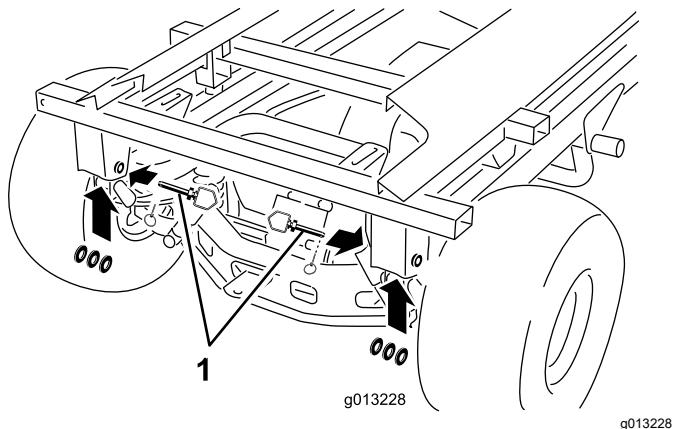

Figura 53
10. Remova os pinos de sujeição traseiros, pinos de engate e anilhas (Figura 53).